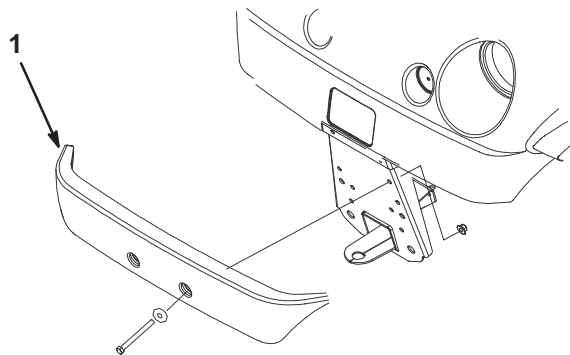

Bild 5
2. Fluchten Sie die Befestigungslöcher aus und befestigen die Stoßstange mit den vorher entfernten Befestigungsteilen am Chassis (Bild 5).